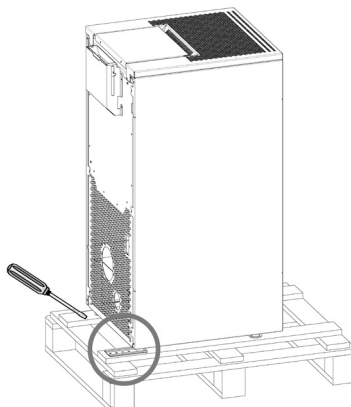

Fig. 1 - Entfernung der Halterungen
- Die Schrauben, die die Füße des Ofens blockieren, entfernen (siehe **Fig. 1**). Dann den Ofen von der Palette entfernen.